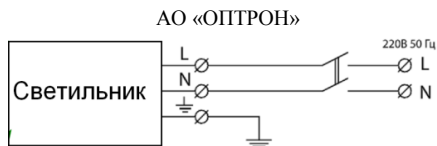

Рис. 1 Схема подключения светильника
7.3 Схема подключения светильника отобразена на рис. 1.